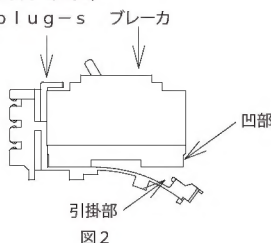

図2
- ②i plug-sをたわませて引掛部をブレーカの凹部に嵌めて取付けてください。(図2)